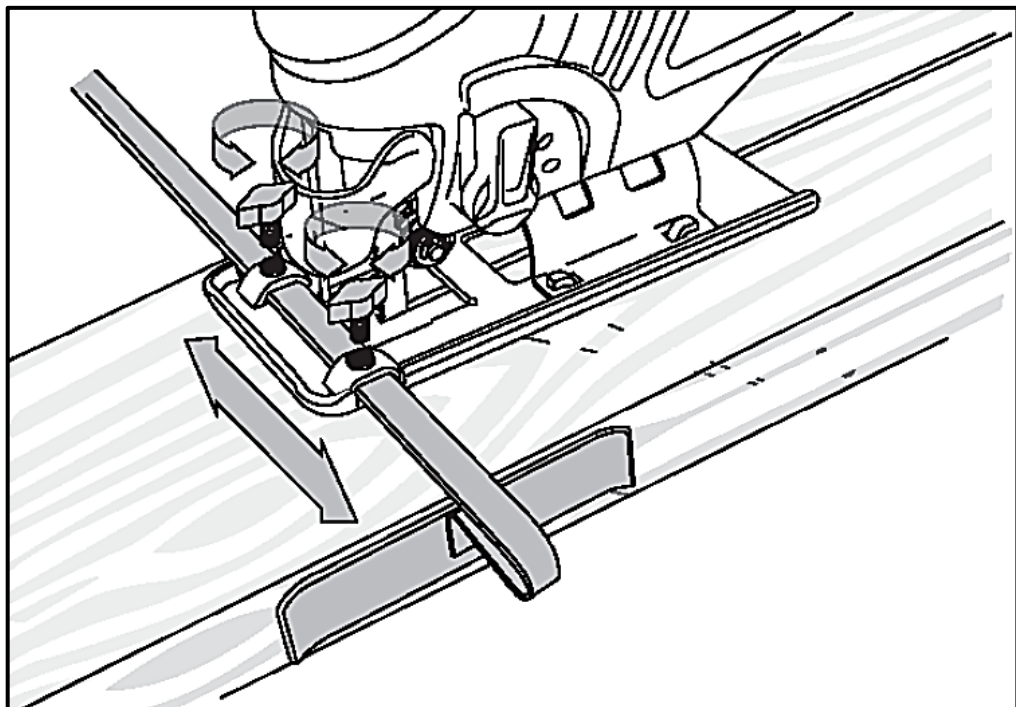

Рис. 7
5.1.3 Пиляння паралельно крайці (Рис.7).